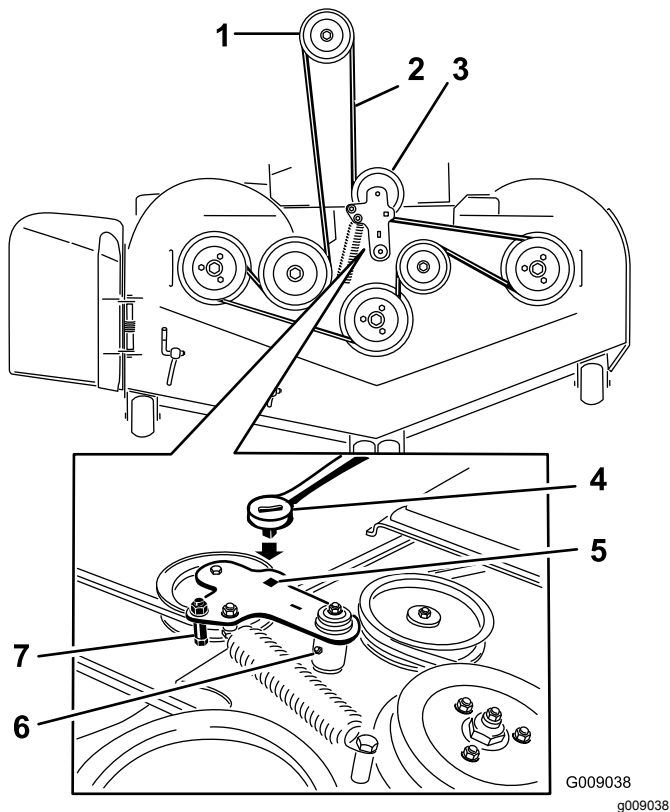

Figure 74
5. Insérez un rochet dans le trou carré du bras de tension pour détendre le ressort de la poulie de tension (Figure 74).
7. Enlevez le guide de courroie situé sur le bras de la poulie de tension rappelée par ressort, comme montré à la Figure 74.
9. Acheminez la courroie neuve autour des poulies du tablier de coupe et de la poulie d'embrayage, sous le moteur (Figure 74).
10. Montez le guide de courroie sur le bras de la poulie de tension, comme montré à la Figure 74.
11. Insérez le rochet dans le trou carré et montez le ressort de la poulie de tension (Figure 74).